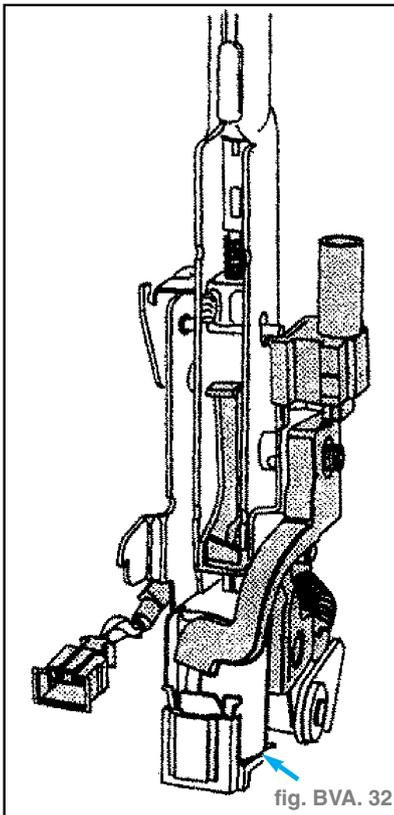

fig. BVA. 32
- Emplacement de montage : l'aimant du blocage de levier sélecteur se trouve sur le levier sélecteur (flèche). (fig. BVA. 32)